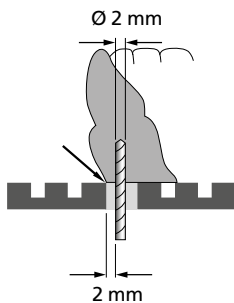

Abb. 6.1
- ⇒ Führen Sie die Außenkante des Zahnkranzes an den Bohrlochrand. (Abb. 6.1)